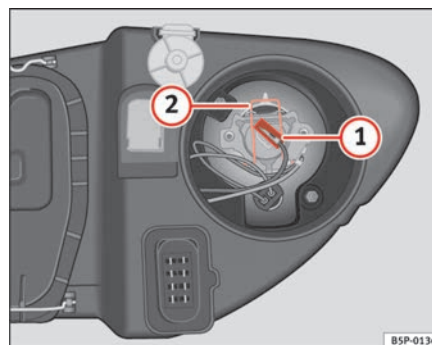

Abb. 190 Fernlicht
- Ziehen Sie den Stecker ⇒ Abb. 190 ① von der Lampe ab.
- Die Haltefeder ⇒ Abb. 190 ② durch Eindrücken und Rechtsdrehung abnehmen.